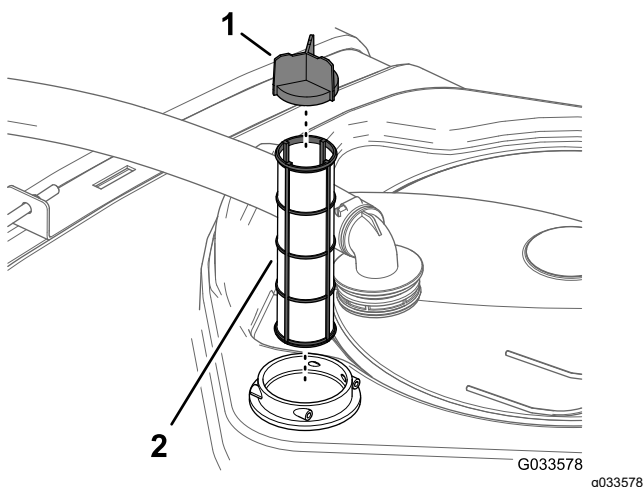

図 87
4. フィルタハウジングタンク内部からストレーナを取り出す 図 87。